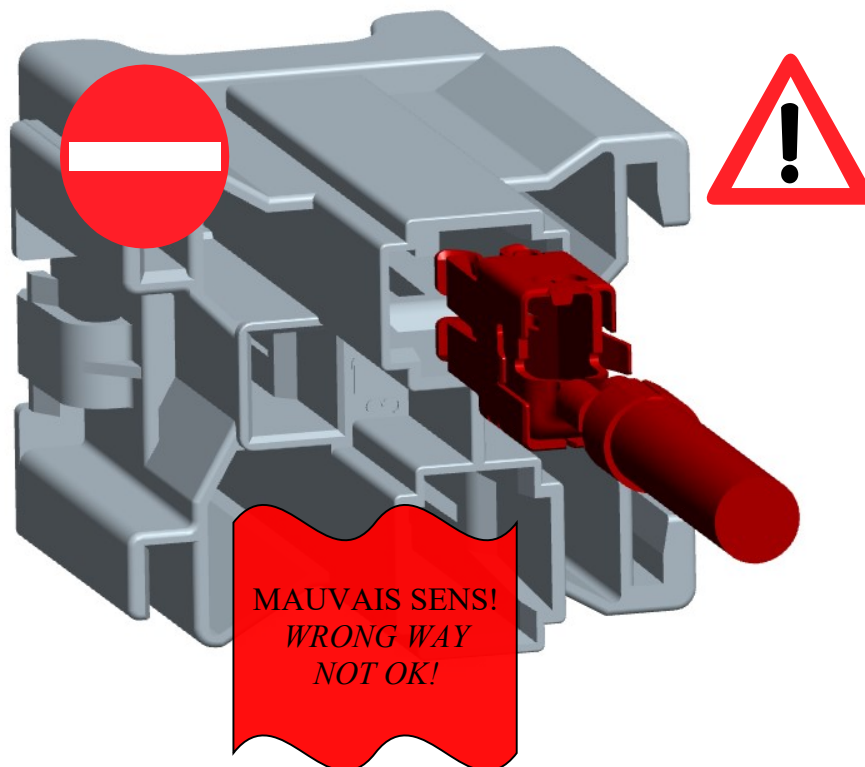
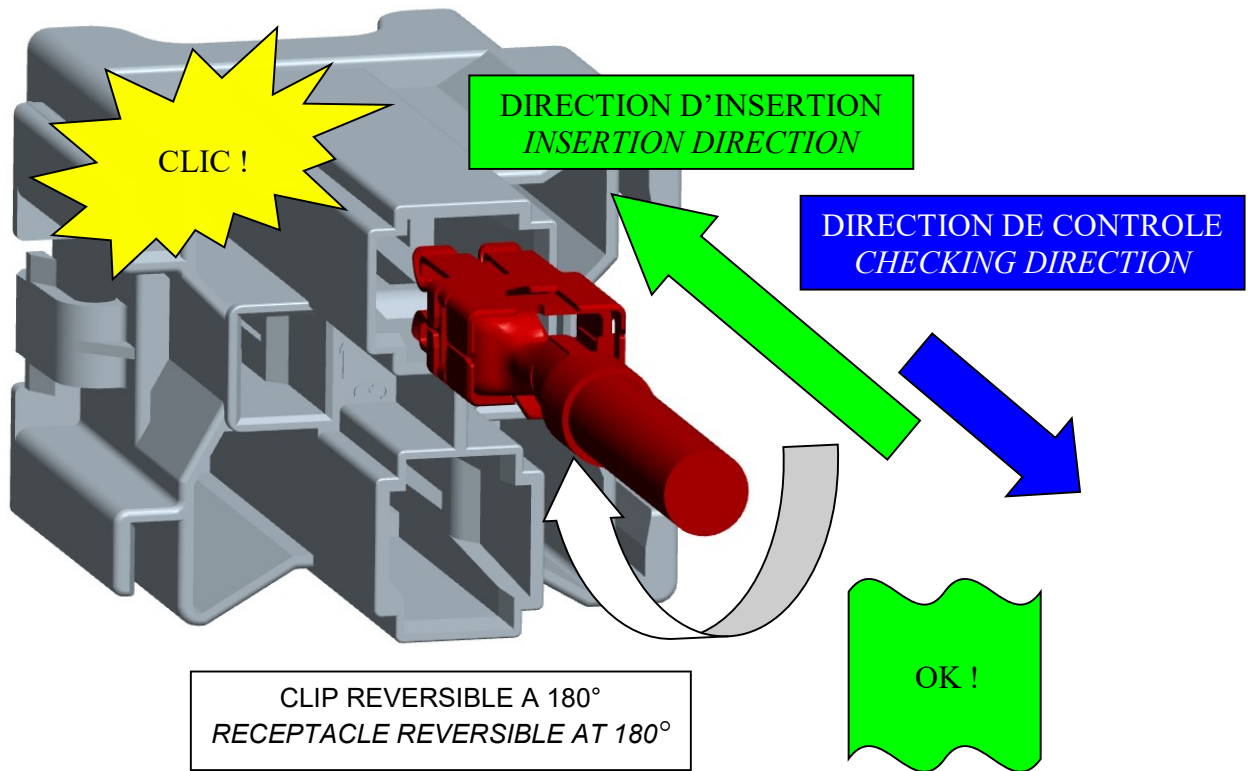

Fig. 5.1
Fig. 5.2
Le clip MPT est détrompé il faut donc l'orienter correctement avant de l'insérer dans le boîtier (Voir Fig. 5.1 à fig. 5.2).
*MPT receptacle is polarized. It must be inserted with good orientation regarding the housing (See Fig. 5.1 to fig. 5.2).*